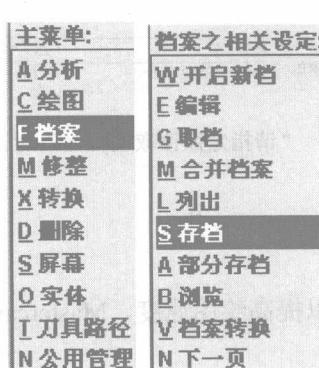
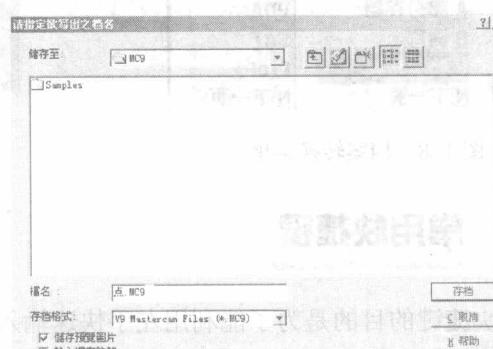

图 1-5 档案存储菜单
图 1-6 “档案存储”对话框
- ① 单击主菜单→档案→存档命令，过程如图 1-5 所示，出现如图 1-6 所示的对话框。
- ② 输入档案名称，如：“点”，存档格式选择为\*.MC9，回车，档案已存储。
- ③ 也可用快捷键“Alt+A”，连续按两次回车，可快速自动存储文件。
- ① 单击主菜单→档案→取档命令，过程参考图 1-5，出现如图 1-7 所示的对话框。
② 选定档案名称，如“点.MC9”，回车，可将档案开启。